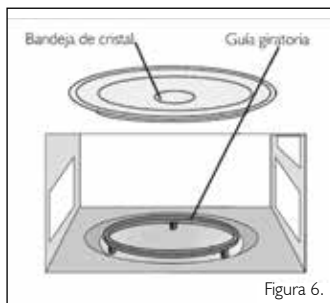

Figura 6.
- La guía giratoria debe ser usada siempre para cocinar junto con la bandeja de cristal (**Ver figura 6**).